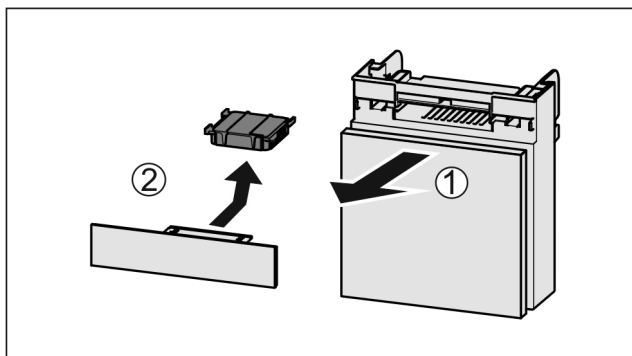

Fig. 136
- Lade vanaf de voorkant eruit trekken Fig. 136 (1).
- Actievekoolfilter verwijderen Fig. 136 (2).